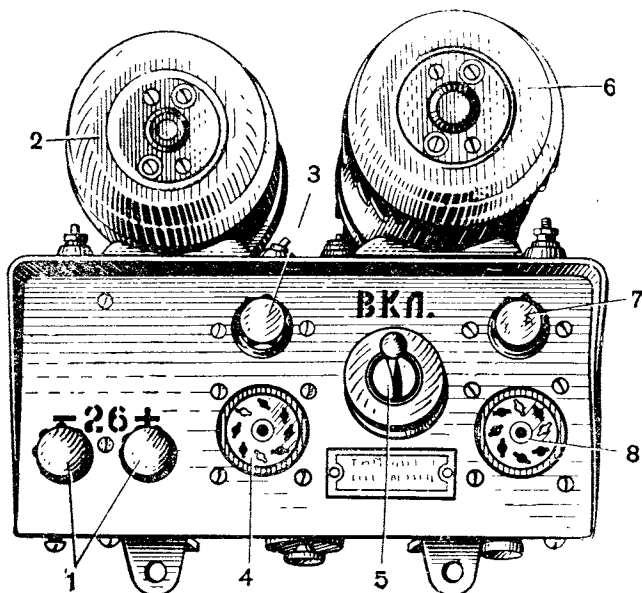

Рис. 260. Передняя панель блока питания радиостанции 10РТ-26Э:
9. Проверить наличие и исправность двух предохранителей 3 и 7 (рис. 260) на блоке питания радиостанции. Исправность предохранителя определяется внешним осмотром, для чего необходимо вывинтить предохранитель из своего гнезда и проверить, нет ли в нем обрыва предохранительной проволоочки.
16. Включить выключатель 5 (рис. 260) на блоке питания радиостанции. Через 30—35 секунд после включения выключателя, когда прогреются лампы, в телефонах будет слышен легкий шум. После этого можно настраивать радиостанцию.
Умформеры РУ-45А и РУ-11АМ, установленные вместе с коробкой фильтров на амортизационную панель, образуют блок питания радиостанции (рис. 260).